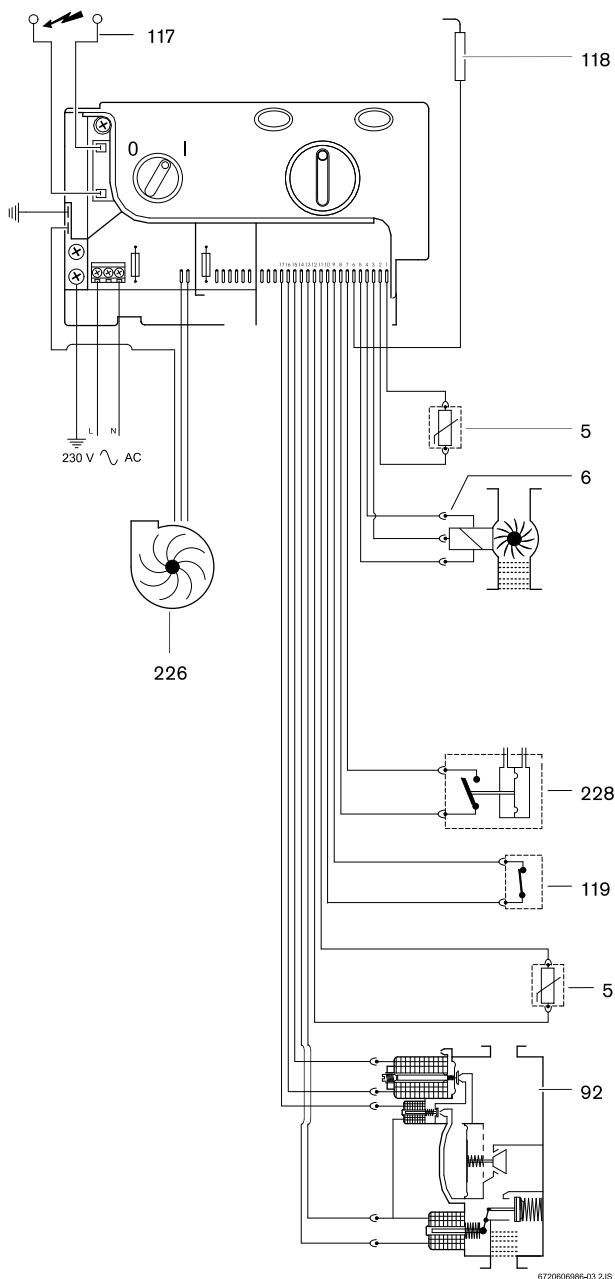

Fig. 3 Elektrisk skjema
Når en varmtvannskran åpnes, skal vanngjennomstrømningssensoren være i (Fig. 3, pos. 6) og sende et signal til kontrollenheten. Signalet utløser følgende:
- Samtidig dannes det gnister og gassventilen (Fig. 3, pos. 92) åpner seg.
- Ioniseringselektroden (Fig. 3, pos. 118) kontrollerer flammens tilstand